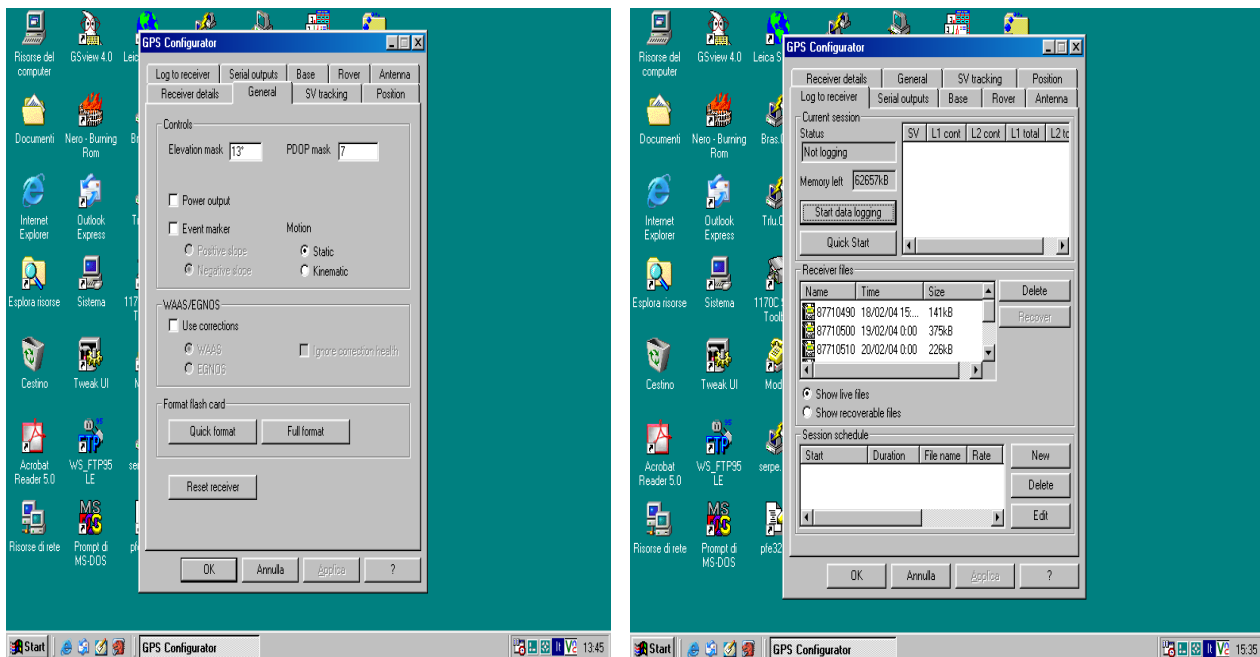

Fig. 6 – Voci *General* e *Log to receiver* del programma *GPS_Configurator*.
- 1) Il Programma si avvia sull'opzione *General* (Fig. 6), e bisogna per prima cosa verificare che sia attivata la modalità *Static* con 13° di *elevation mask* e *PDOP* di 20,